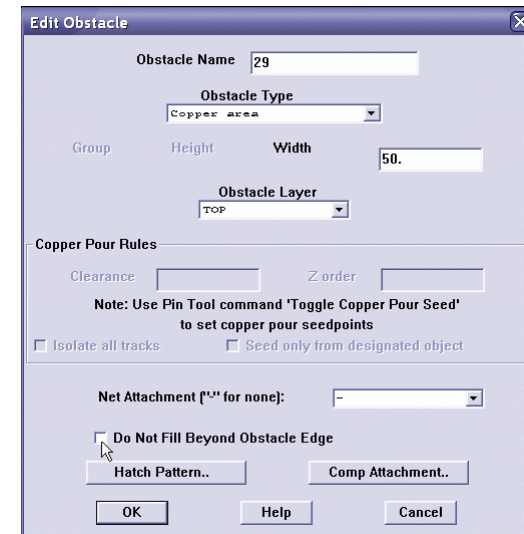

рис. 2-189
- Do Not Fill Beyond Obstacle Edge36 – **Unchecked** (флажок НЕ установлен) (рис. 2-189).